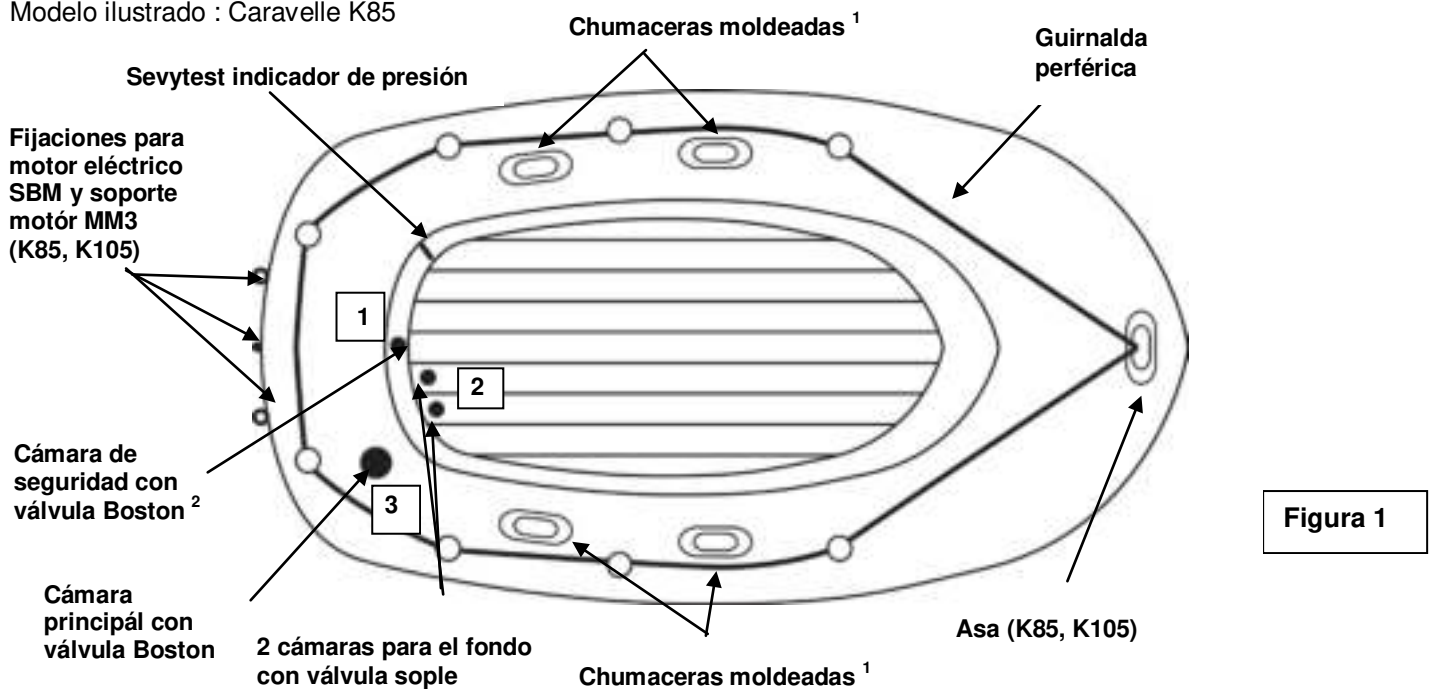

Figura 1
- a) Válvula(s) Boston (ver ilustración): para hinchar, quite el tapón de la válvula (1) ; enrosque el cuerpo de la válvula (2) en la base de la válvula (3), sobre el flotador ; verifique que el tapón sigue siendo accesible. Inserte la extremidad del tubo del hinchador en la válvula. Hínche el flotador hasta la presión requerida (ver punto 3). Al terminar el inflado, cierre la(s) válvula(s) con el tapón. **NOTA:** es normal comprobar un ligero escape de aire antes de apretar el tapón de una válvula. Únicamente **los tapones aseguran la ESTANQUEIDAD FINAL.**
2. Hínche el producto siguiendo el orden de hinchado indicado en la placa de identidad imprimida sobre el producto (referirse también la figura 1, numeración de las válvulas).
3. Presión requerida : **la presión de utilización es de 0,06 bar (= 60 mbar). No superarla.** El producto está equipado con un SEVYTEST, una escala de expansión que muestra hasta qué punto se puede hinchar. Hínche en primer lugar la cámara de seguridad (figura 1) hasta alcanzar la indicación “+” del Sevytest ; después, la cámara principal (figura 1) hasta alcanzar la indicación “-”. **Sobrepresión** : deje escapar aire hasta alcanzar la presión requerida. **Poca presión** : vuelva a hinchar ligeramente. **NOTA** : después de numerosos hinchados, es posible que la indicación del SEVYTEST no vuelva a su posición inicial debido a un alargamiento del PVC bajo la influencia de la presión. Sin embargo permitirá verificar que la indicación permanece en la zona recomendada.